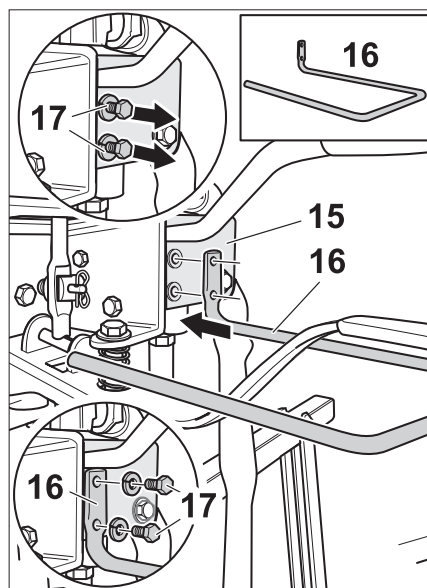

Figure 9e
- A l'aide des 2 vis à bagues-ressorts (17) préalablement retirées, montez l'étrier de protection (16) contre le bloc de commande hydraulique (15). Voir la figure 9e.